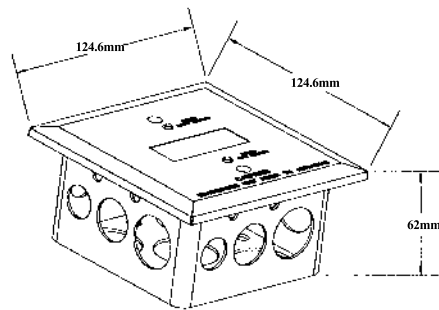

图2A、模块与预埋盒及面板安装外形尺寸示意图
- 外形尺寸：124.6mm长×124.6mm宽×62mm高（模块与预埋盒及面板安装尺寸，见图2A）